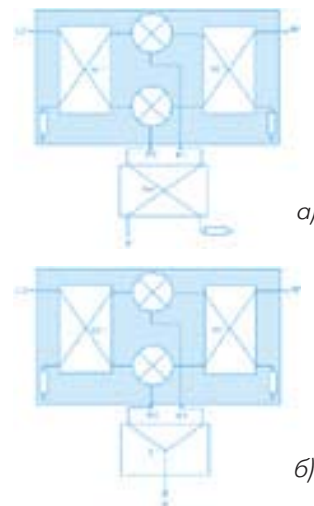

Рис. 3. Схемы включения смесителя в режимах понижения (а) и повышения (б) частоты
На рис. 3, а, б приведены схемы повышающего (а) и понижающего (б) преобразователей частоты, в которых применена монолитная СВЧ GaAs микросхема смесителя для диапазона частот 24-27 ГГц
(табл. 2). Особенностью смесителя является то, что он может использоваться в обоих преобразователях. Смеситель — балансного типа, содержит два умножителя, квадратурные расщепители и сумматоры "90°" в цепях LO и RF. LO — опорный генератор, RF — входная и выходная радиочастота для понижающего и повышающего преобразователей частоты соответственно. Противофазный расщепитель "180°" и синфазный сумматор "0°" в цепи промежуточной частоты (IF) являются внешними элементами, не входящими в состав микросхемы смесителя. Подобные сумматоры и расщепители рассмотрены в ЭКиС № 1/1997. Монолитная СВЧ GaAs микросхема смесителя для диапазона частот 27-32 ГГц (табл. 2) используется только в режиме понижающего преобразователя по схеме, приведенной на рис. 3, б.